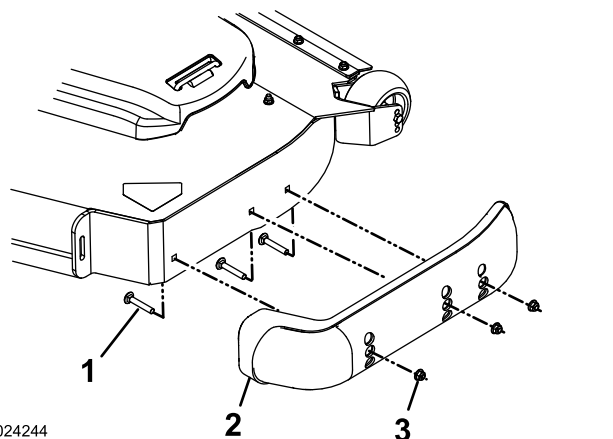

Figura 35
3. Retire os parafusos de carroçaria e as porcas de cada patim (Figura 35).